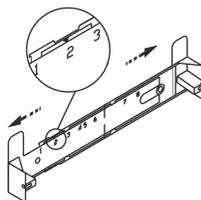

рис. 5
6.2 Крепление кронштейна к стене (рис. 5, 6):
- прежде чем прикрепить кронштейн к стене, необходимо выставить его на нужный размер рис. 5 (равный ширине верхней фальштрубы), для этого увеличьте размер кронштейна (если это необходимо), раздвинув его, и установите фиксатор напротив цифры 2 (см. рис.5);